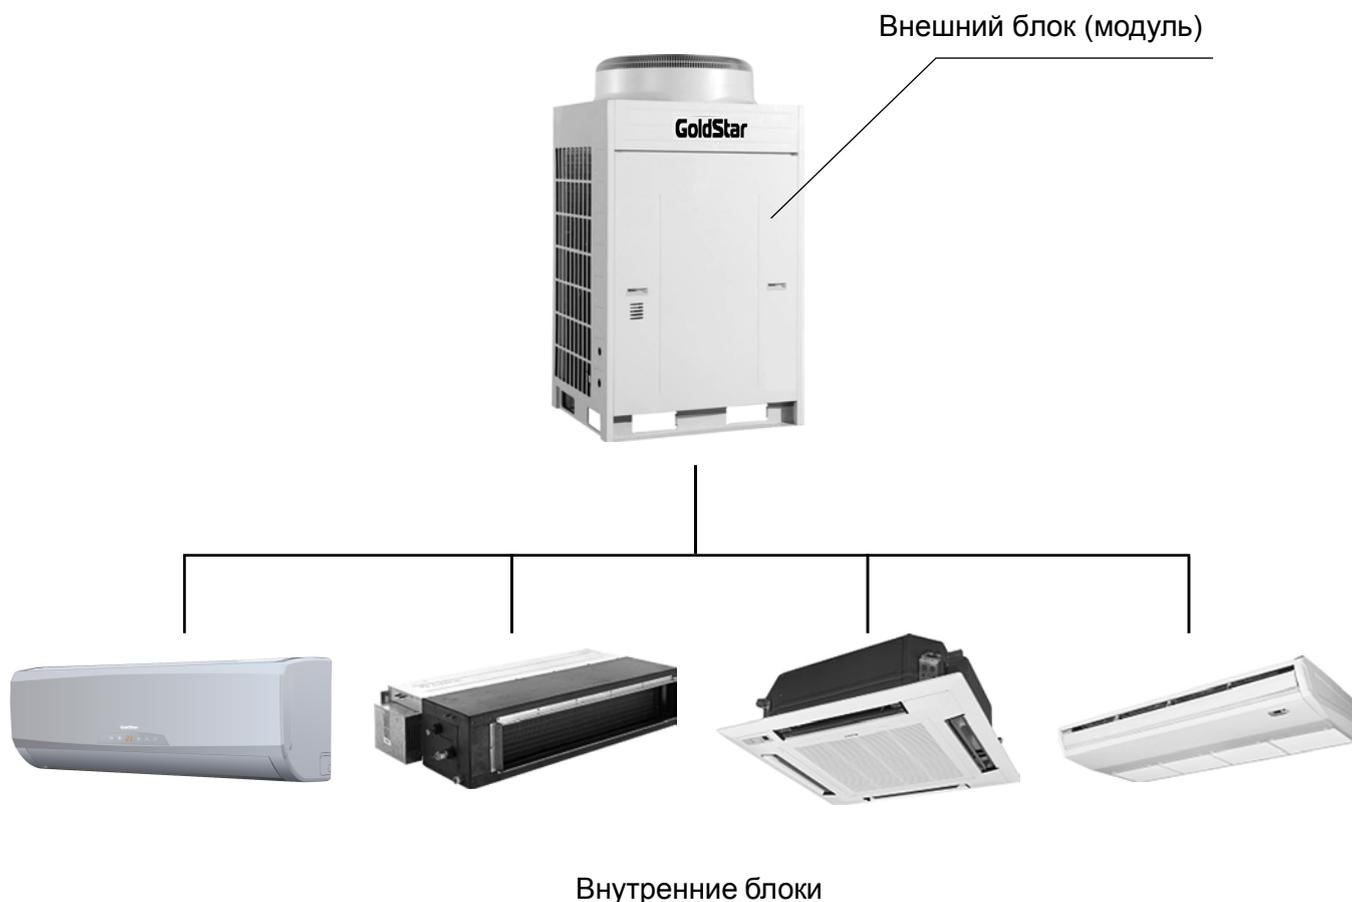

Рис. 1.
1.4 Общий вид мультизональной системы рис. 1. Система состоит из внешнего и внутренних блоков.